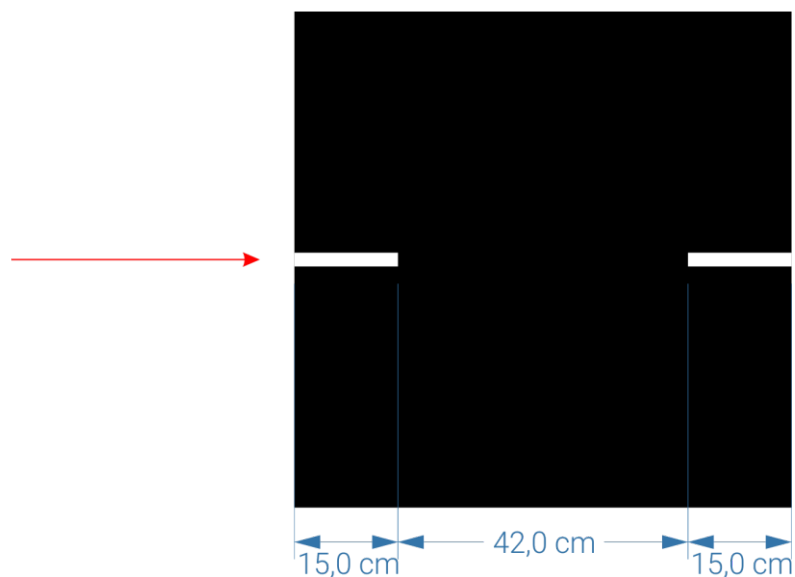

Figura 10. Área de parada.
- g) Área de parada, presente no fim de cada percurso, que consiste em um trecho de $42,0 \pm 5,0$ cm sem marcações (Figura 10), limite no qual o robô deverá parar completamente, sem intervenção humana. Caso o robô não pare no local delimitado, o último trecho será desconsiderado. Haverá um percurso reto de pelo menos 15,0 cm antes e depois desta área.